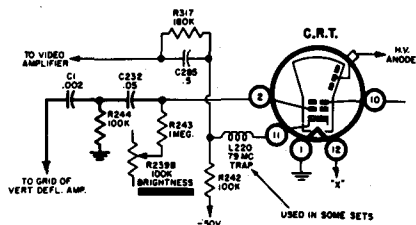

Fig. 43 — Dumont
**Adding retrace blanking (see Fig. 43).**